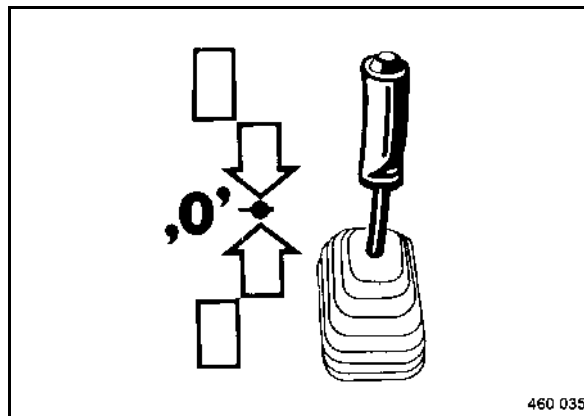

fig. 61
- Ramener lentement le levier de commande de marche (fig. 61) sur position "0".